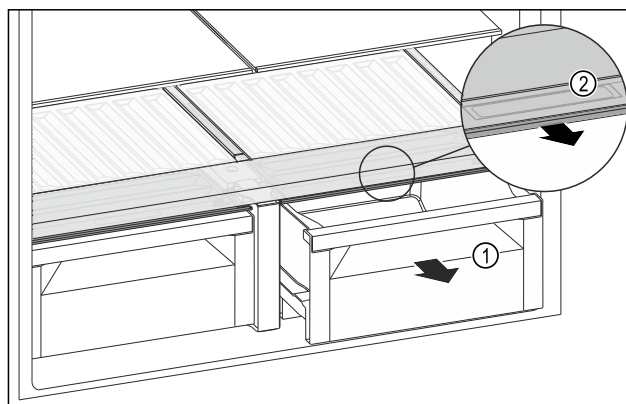

Fig. 128
- Retirer le tiroir Fig. 128 (1).
- Saisir la poignée encastrée Fig. 128 (2) du couvercle du compartiment et tirer le couvercle du compartiment par l'avant.